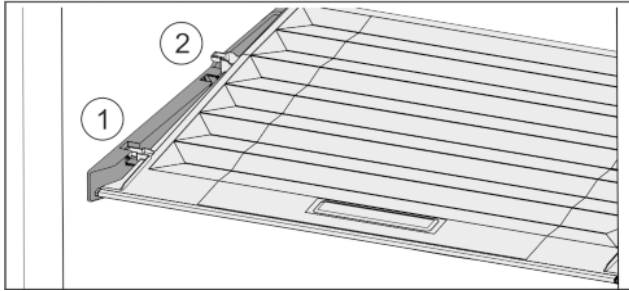

Fig. 29
- ▶ Tõmmake kaant kuni avanemiseni hoidedetailides ettepoole Fig. 29 (1).
- ▶ Tõstke tagant altpoolt üles ja võtke ülespoole ära Fig. 29 (2).